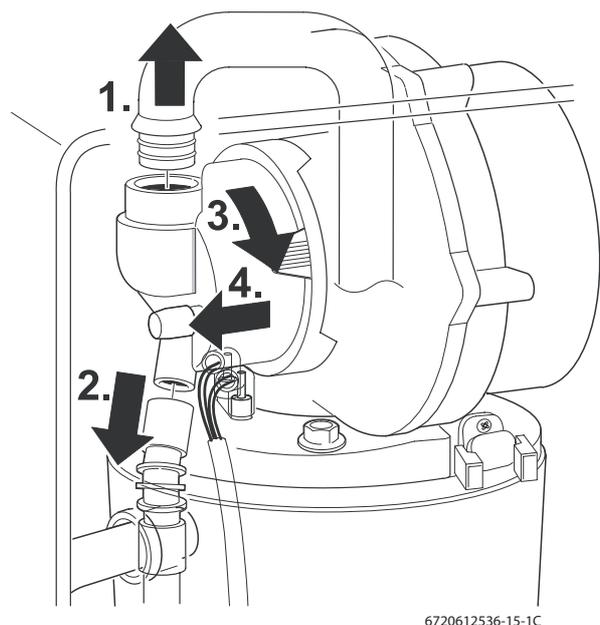

Fig. 29
- ▶ Démontez les tubes gaz et air (voir Fig. 29).
- ▶ Démontez le mélangeur en le tournant (voir Fig. 29).